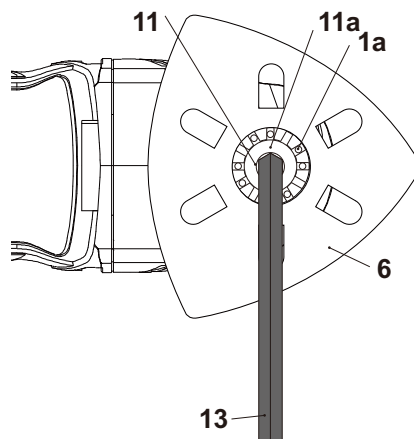

Fig. 2
- > Alinhe as ranhuras com os 8 pinos (1a) e coloque a. placa de suporte para lixar (6) no porta-ferramentas (1) (Fig. 2).
- > Fixe a placa de suporte para lixar (6) com o flange de aperto (11a) e o perno (11) (Fig. 2).